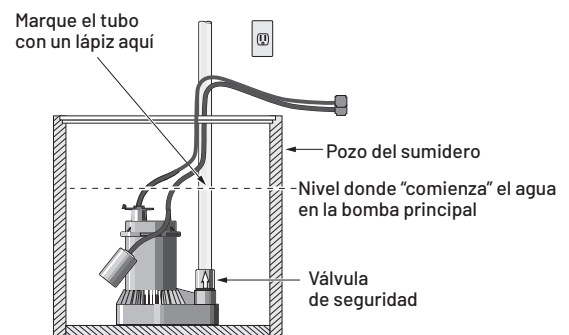

FIGURA 1: MARQUE LA TUBERÍA EN EL NIVEL DONDE "COMIENZA" EL AGUA
1. Ubique el nivel alto de agua en el pozo del sumidero (el nivel de agua donde comienza la bomba de sumidero (principal) existente - ver Figura 1). Desconecte la electricidad que alimenta la bomba y marque este punto en el tubo de descarga con un lápiz o marcador.
1. Haga el segundo corte en el tubo de descarga en la marca del lápiz, como se muestra en la figura 1. Limpie los extremos del tubo con un paño de toalla y coloque a un lado el trozo cortado del tubo de descarga.